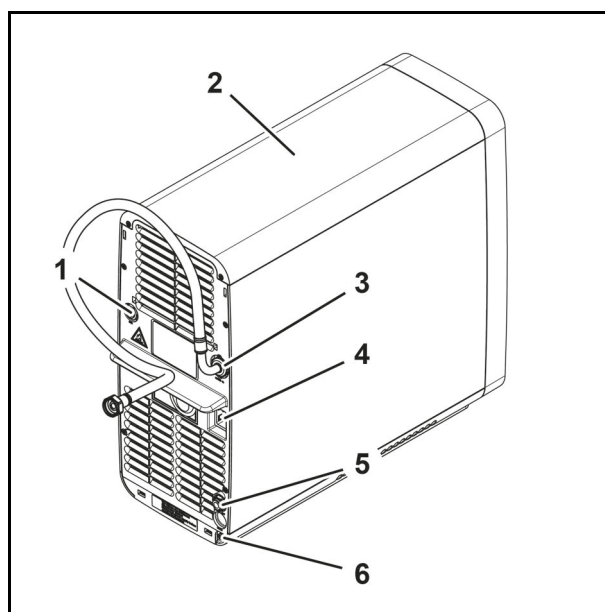

Abb. 16
1. Odłączyć wtyczkę sieciową od przyłącza (Abb. 16/4) urządzenia podblatowego (Abb. 16/2).
2. Odłączyć przewód elektryczny armatury od przyłącza (Abb. 16/6) urządzenia podblatowego (Abb. 16/2).
3. Odłączyć przewód zimnej wody (Abb. 16/3) od urządzenia podblatowego (Abb. 16/2).
4. Odłączyć przewód produktu (Abb. 16/5) od urządzenia podblatowego (Abb. 16/2).